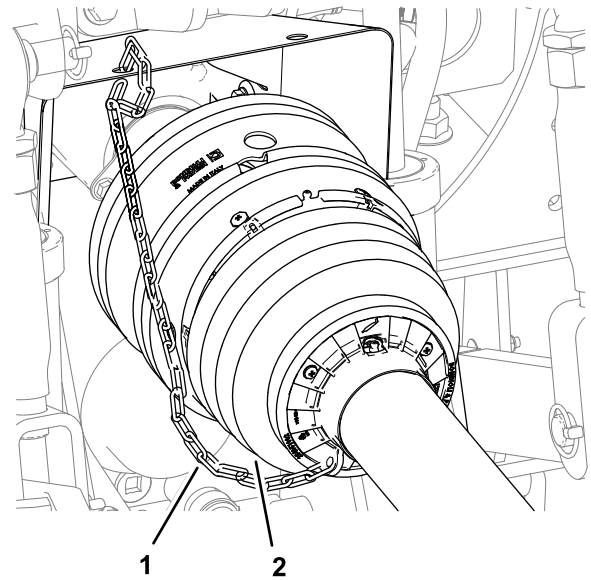

Figure 26
6. Reliez la chaîne de retenue à une partie fixe du véhicule tracteur (Figure 26).